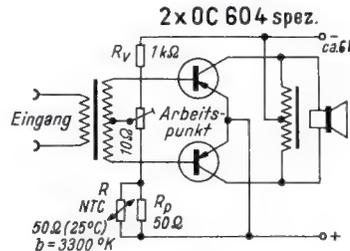
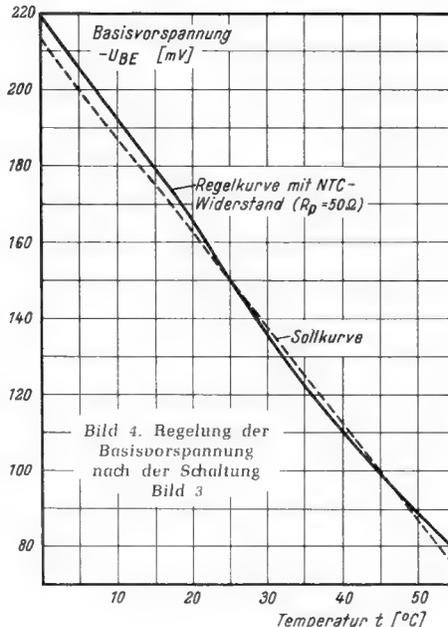

Bild 3. Transistor-B-Endstufe mit NTC-Widerstand
Bild 4. Regelung der Basisvorspannung nach der Schaltung Bild 3
Bei Germanium-Transistoren steigt der Kollektorstrom mit der Sperrschichttemperatur so stark an, daß die Transistoren bei Erhöhung der Umgebungstemperatur zerstört werden können. Um den Kollektorstrom konstant zu halten, muß man daher die negative Basisvorspannung -U_{BE} um etwa 2...2,5 mV/°C erniedrigen (mit steigendem Kollektorstrom verringert sich dieser über einen weiten Temperaturbereich konstante Koeffizient etwas). Bei Transistor-Endstufen würde die bei Vorstufen oft angewandte Temperaturstabilisierung durch einen Emitterwiderstand zuviel Leistung und Verstärkung vernichten. Man regelt daher besser z. B. nach Bild 3 die Basisvorspannung mit dem Spannungsteiler aus R_v und dem NTC-Widerstand R parallel zu R_p. Für die Stabilisierung des Arbeitspunktes, d. h. des Ruhestromes, sollte der Teilerstrom etwa das Doppelte des Basisstromes bei Vollaussteuerung betragen. Da die Abstufung der lieferbaren Werte für die NTC-Widerstände sehr grob ist, kommen für die meisten Fälle nur ein bis zwei Werte in Betracht. Mit R_p läßt sich eine Anpassung der Regelkurve des NTC-Widerstandes R an die Sollkurve für zwei Temperaturen durchführen. Wenn der Teilerstrom groß gegen den Basisstrom und R_v ≫ R_p ist, ergibt sich näherungsweise:
Die Indizes 1 und 2 bezeichnen die zur Temperatur T₁ und T₂ gehörigen Werte. R₁ ist also der Widerstandswert für die Temperatur T₁. Meist kann man für T₁ = 25° C wählen, so daß dann der Wert r₂ direkt aus der Kurventafel abgelesen werden kann, die nach der Tabelle oben links gezeichnet wurde. Für eine Basisvorspannung -U_{BE1} = 150 mV für T₁ = 25° C und einen Transistor-TK von 2,5 mV/° C ergibt sich für T₂ = 45° C, d. h. ein Temperaturunterschied von 20°, eine Erniedrigung der Basisvorspannung um 50 mV auf -U_{BE2} = 100 mV. Nach Gleichung (7) errechnet sich für die Schaltung Bild 3 der Wert R_p zu 47,6 Ω. Bei der genauen Festlegung des Arbeitspunktes, z. B. des Kollektorruhestromes -I_c ≤ 3 mA, muß man die Streuungen der Einzelteile, die bei dieser Berechnung vernachlässigt wurden, noch berücksichtigen. Ohne Temperaturkompensation würde dieser Ruhestrom auf fast den 4fachen Wert von 25 bis 45° C ansteigen. Bild 4 zeigt die Basisvorspannung in Abhängigkeit von der Temperatur mit R_p = 50 Ω (gängiger Widerstandswert).